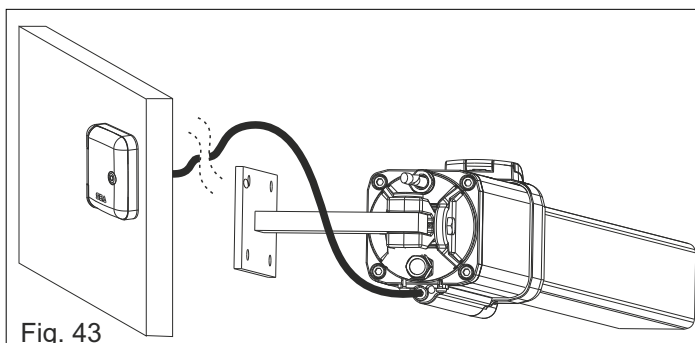
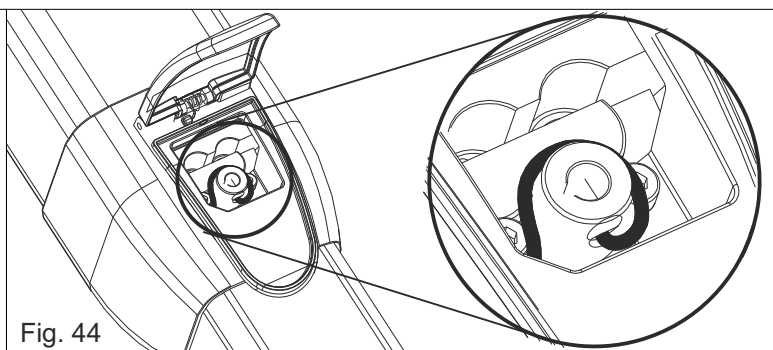

Fig. 43
Fig. 44
**⚠** Pour assembler le déverrouillage extérieur, reportez-vous aux Fig. 43 et Fig. 44